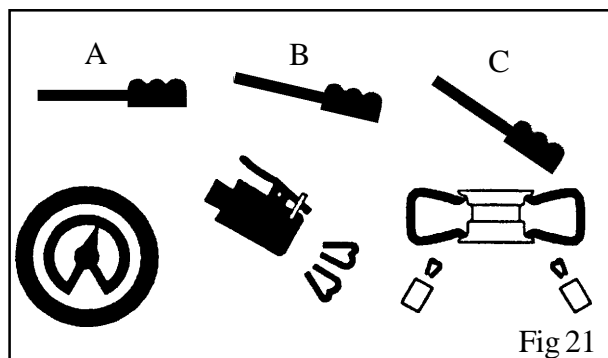

Fig 21
- Premere il pedale di gonfiaggio in posizione intermedia (B - Fig. 21).
- Se il pneumatico non si intallona sollevarlo manualmente in modo che il tallone superiore faccia tenuta contro il cerchio, quindi premere a fondo il pedale (C - Fig. 21). Un potente getto d'aria uscirà dagli ugelli posti sulle griffe consentendo l'intallonatura.
- Rilasciare il pneumatico e sollevare leggermente il piede in modo da riportare il pedale in pos. B (fig. 21). Continuare il gonfiaggio sempre a brevi getti d'aria leggendo negli intervalli la pressione indicata sul manometro.
- Press the pedal down to intermediate position (B - Fig. 21).
- Release the tyre; set the pedal in the intermediate position (B - Fig. 21) and continue to inflate the tyre with short jets of air and constantly checking the pressure between air jets until the required pressure has been reached.
- Appuyer sur la pédale de gonflage dans la position intermédiaire (**B** - Fig. 21).
- Appuyer à fond la pédale (**C** - Fig. 21). Un jet d'air puissant sortira des buses qui se trouvent sur les support coulissants en permettant le tallonage.
- Relâcher le pneumatique et soulever doucement le pied pour remettre la pédale de gonflage dans la position intermédiaire (**B** - Fig. 21).
Das Reifenfüllpedal auf die Zwischenstellung bringen. (B - Abb.21).
Wenn der Reifenwulst nicht in die Felge rutscht, ist der Reifen von Hand abzuheben, bis sein oberer Wulst gegen die Felge stößt, um dann das Pedal durchzutreten (C - Abb.21). Dabei tritt ein heftiger Luftstrahl aus den Öffnungen in den gleitfähigen Spannklauen aus und hilft beim Aufziehen des Reifens.
Den Reifen loslassen und den Fuß auf dem Pedal leicht anheben, damit dieses in die Zwischenstellung bringen. (B - Abb.21).